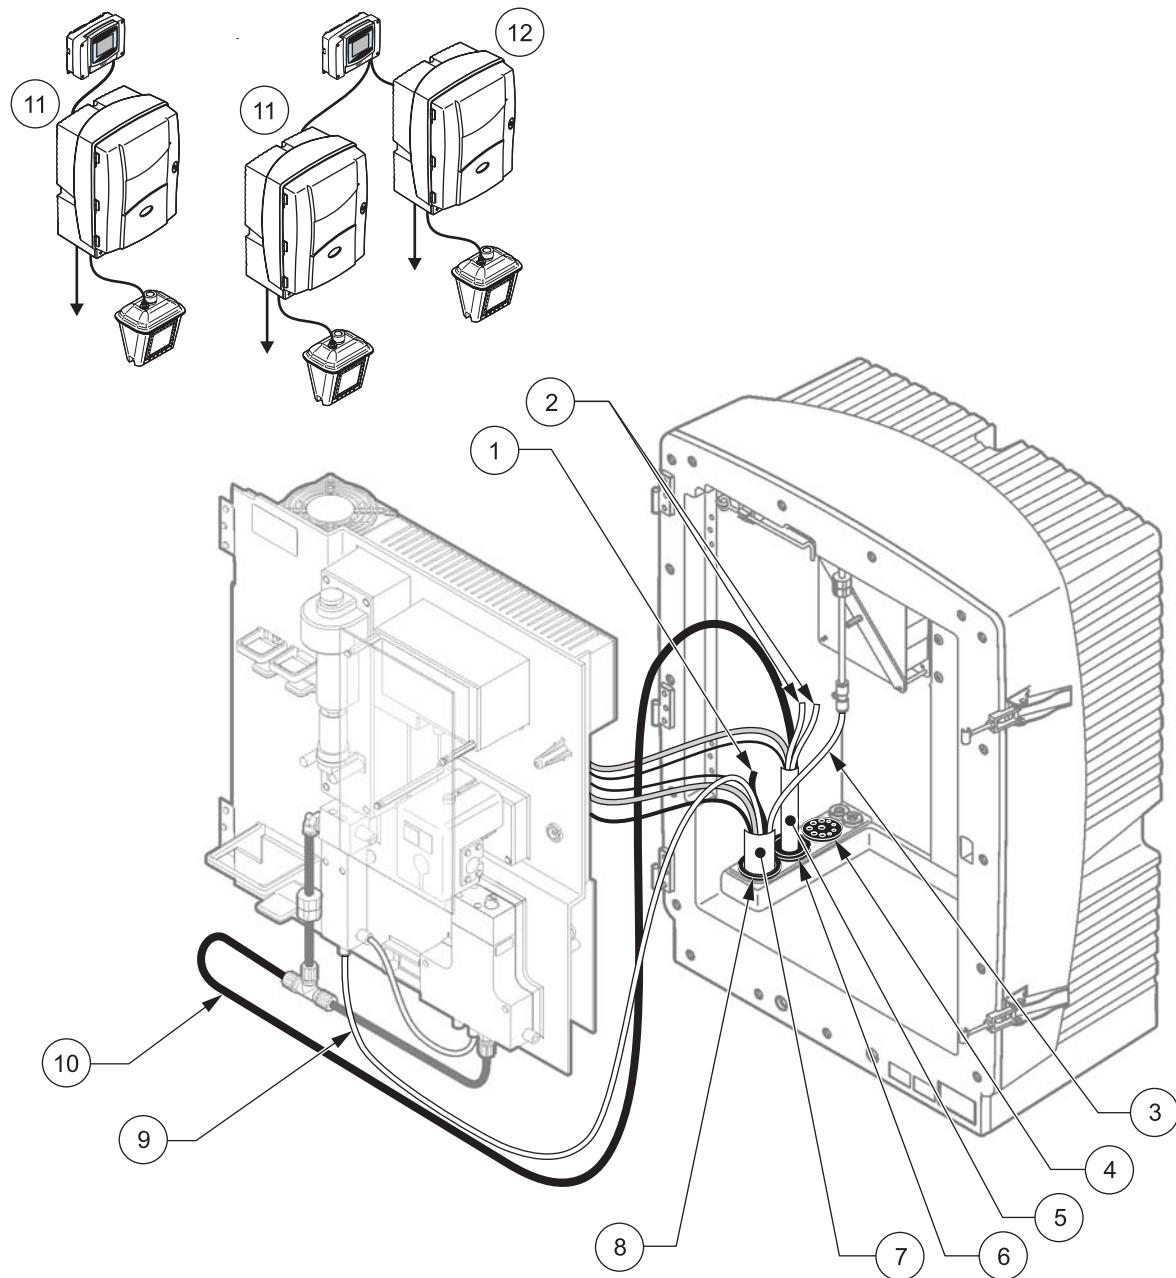

图 23 选项 2 设置
请参考图 23 以及选项 2 的以下说明：
2. 通过分析器开口引出过滤器探头 sc 软管（取样管、电缆和排放管）(图 23, 项目 7)。使用 2 号密封塞加固。